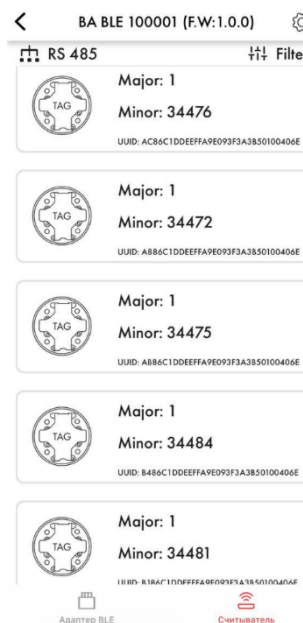

Рисунок 18 – Список доступных к подключению меток
- В главном окне будут отображаться метки, прошедшие фильтрацию (рисунок 18) (по умолчанию все фильтры отключены);